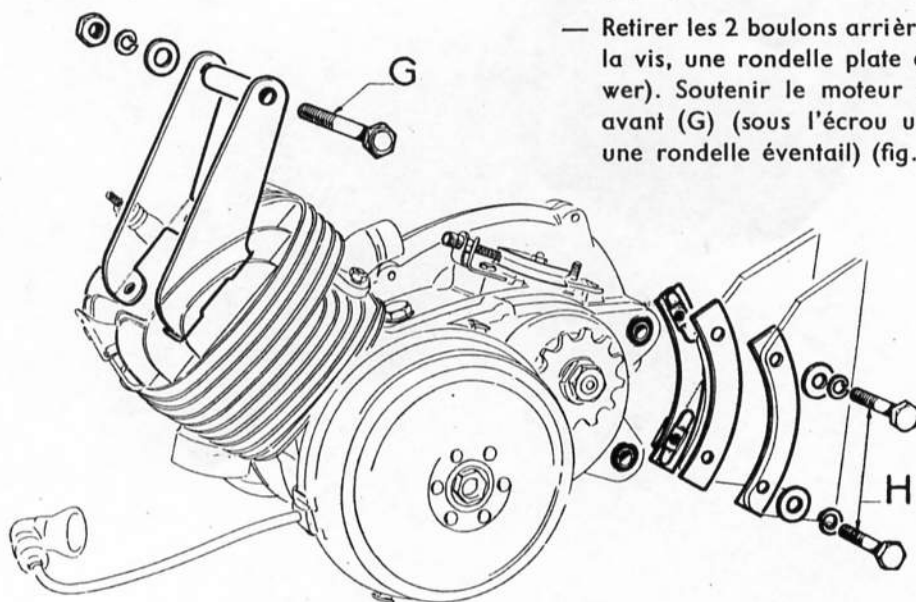

Fig. 2
— Desserrer les boulons avant (G) et arrière (H) de fixation du moteur au cadre (clé de 14) (fig. 2).